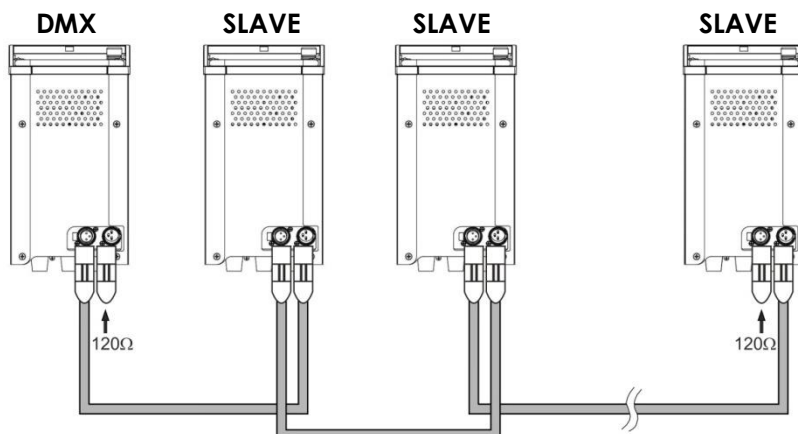

Abb. 4
1. Verbinden Sie die Geräte so wie in (Abb. 4) gezeigt. Verwenden Sie ein DMX-Datenkabel, um die DMX-„OUT“-Buchse des ersten Geräts mit der „IN“-Buchse des zweiten Geräts zu verbinden. Wiederholen Sie diesen Vorgang, um das zweite, dritte und vierte Gerät ebenfalls zu verbinden. Mit dem Master-Gerät stehen Ihnen dieselben Funktionen wie auf Seite 15/16 beschrieben (voreingestellte Programme) zur Verfügung. Das bedeutet, dass Sie den gewünschten Operationsmodus am Mastergerät einstellen können und dass dann alle Slave-Geräte genauso reagieren wie dieses Gerät.